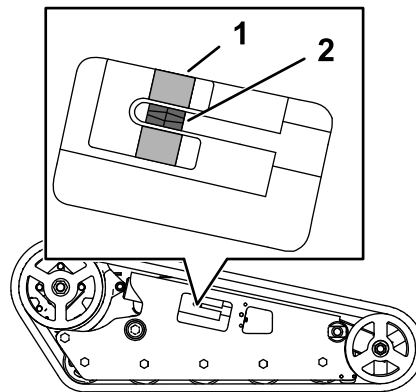

図 56
テンションブロックがデカルの緑色のガイドに整列していること、またはテンションチューブの槽の後端から 13 mm 離れていることを確認してください 図 56。適正位置にない場合には、以下の調整を行います
4. 1/2" のドライブラチェットを使用して、テンショニングねじを左に回して、テンションブロックをデカルの緑色のガイドに整列、またはテンションチューブの槽の後端から 13 mm の距離にセットする 図 56。
- テンションブロックがデカルの緑色のガイドに整列していること、またはテンションチューブの後端から左右共に 13 mm 離れていることを確認してください 図 56。必要に応じて調整する。